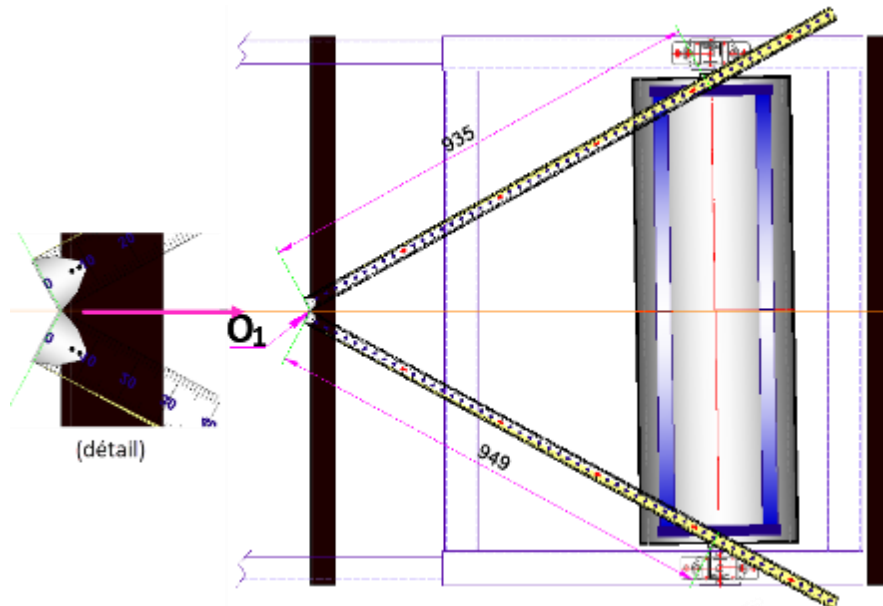

Fig.48 : Mesure des côtés du triangle. Saisir les valeurs dans le module "Calcul réglage.xlsx"
- Mesurez la distance entre le point **zéro n°1** et la pointe de la pige filetée droite et idem avec la pointe de la tige filetée gauche {fig.48}.